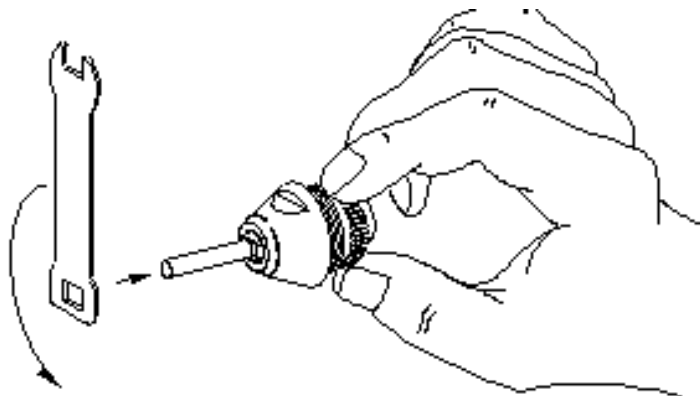

Bild 9.2
(02) Den Rotor des Kopfstückes festhalten, den Spannzangenschlüssel auf den Vierkant der Spannzangenmutter setzen und Spannzangenmutter heraus schrauben (Bild 9.2).